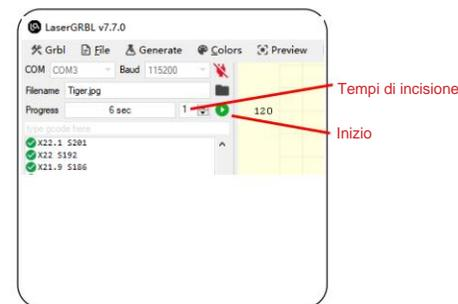

Figura 18 Inizio incisione/taglio
- Dopo aver completato tutte le impostazioni di cui sopra, fare clic sul pulsante verde come mostrato nella Figura 18 per avviare